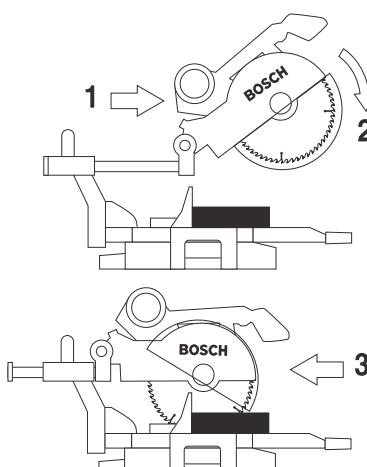

Figura 31. Corte deslizante
- Agarre el mango con interruptor y tire del ensamblaje del cabezal alejándolo del tope-guía hasta que la hoja no toque la pieza de trabajo o hasta su extensión máxima si la hoja no puede dejar de tocar la pieza de trabajo (Figura 31).